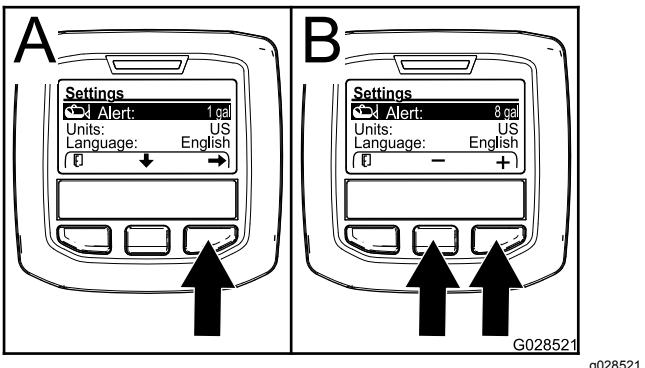

Figura 8
- Pulse el botón de selección central para destacar el ajuste Alert (Alerta) (Figura 8).
- Pulse el botón de selección derecho (Figura 8).
- Use los botones de selección central o derecho para introducir la cantidad mínima que puede haber en el depósito antes de que aparezca la alerta durante la operación del fumigador (Figura 8).